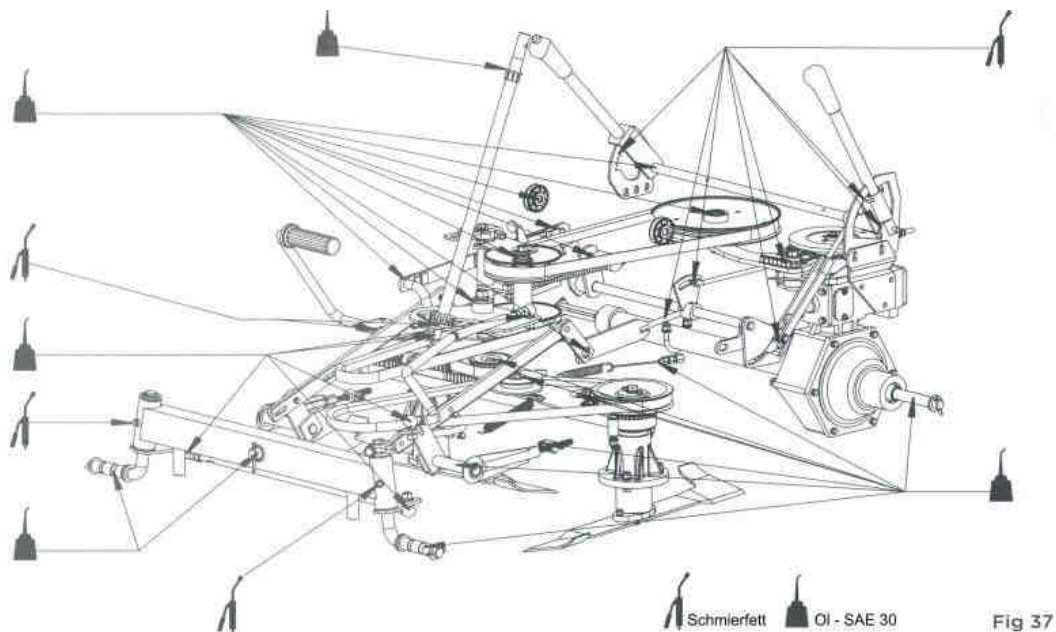

Fig 37
4. Leeren Sie den Benzintank. Trennen Sie den Schlauch vom Einlass des Benzinfilters (Abb. 37) und folgen Sie den Anweisungen im Motorhandbuch.